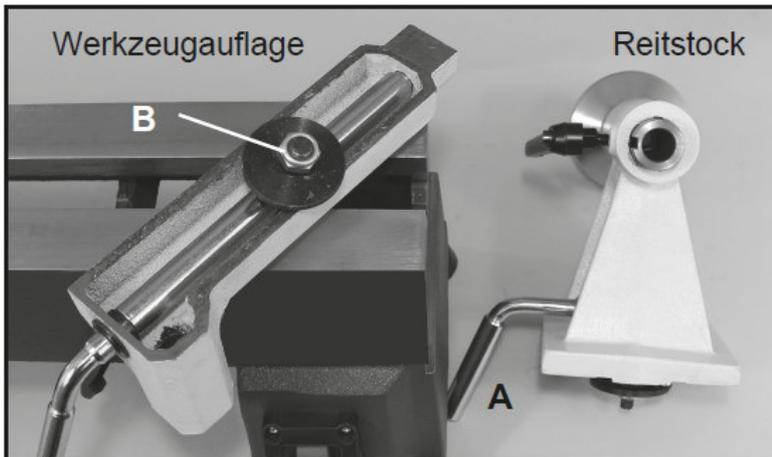

Abb.6-2: Montage der Werkzeugauflage
1. Um den Reitstock vom Maschinenbett abzunehmen, den Verriegelungshebel (Pos. A, Abb. 6-2) auf der Rückseite des Reitstocks lösen und anschließend die gesamte Reitstockeinheit vom Ende des Drehbankbetts schieben (Abb. 6-2)